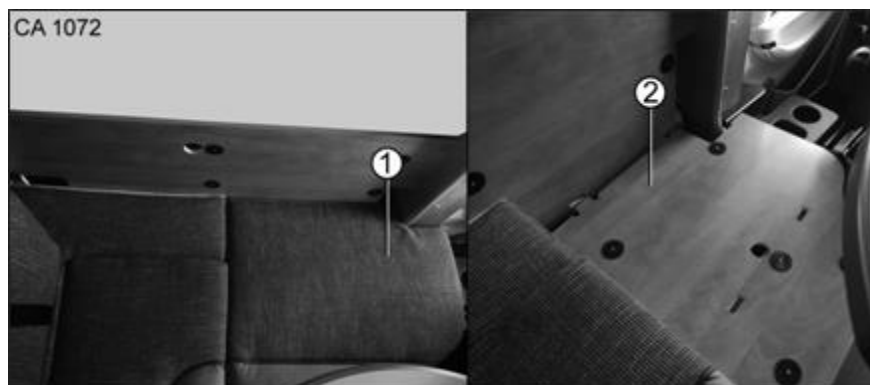

Fig. 20 Transformation de la banquette latérale en siège pour la route
1. Enlever le coussin (Fig. 20/1).
2. Retirer le panneau de bois (Fig. 20/2) vers l'avant.